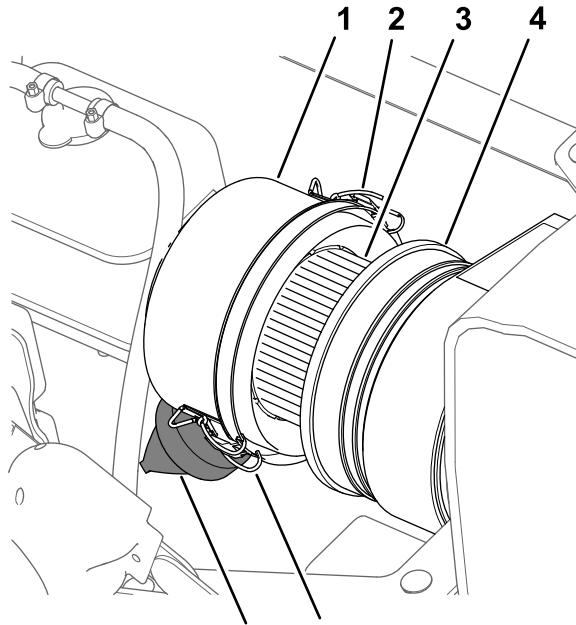
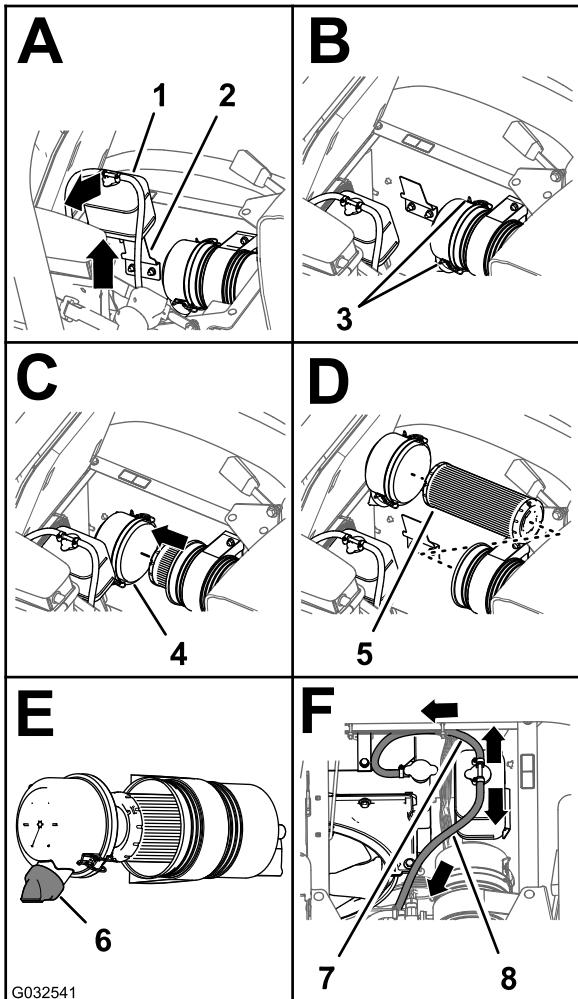

图 67
图 68
3. 清洁防尘盖和空气滤清器壳体 图 67。
4. 检查空气滤清器壳体是否存在可能导致空气泄漏的损坏 图 67。
5. 挤压防尘阀清除污物、灰尘和杂物 (图 67)。
7. 检查空气滤清器滤芯是否积聚了过多灰尘、污物和杂物 图 67。
8. 将防尘盖安装到空气滤清器壳体上使用 2 个搭扣固定防尘盖 图 67。
2. 清洁防尘盖和空气滤清器壳体图 67。
3. 向上提起冷却液溢流罐并将其移离溢流罐支撑架图 68。
4. 松开将防尘盖固定至空气滤清器壳体的2个搭扣图 68。
6. 用湿抹布将防尘盖、空气滤清器壳体和防尘阀内部擦拭干净图 67 和图 68。
7. 将空气滤清器滤芯插入空气滤清器的壳体图 68。
8. 将防尘盖安装到空气滤清器壳体上使用2个搭扣固定防尘盖图 68。
注意 确保从尾端看时防尘阀在57点钟位置是对齐的图 68。
9. 将冷却液溢流罐与溢流罐支撑架对齐稳固放置溢流罐图 68。
重要事项 确保压力释放软管向前下方伸出溢流罐通风软管向后方伸出如图 68 所示。